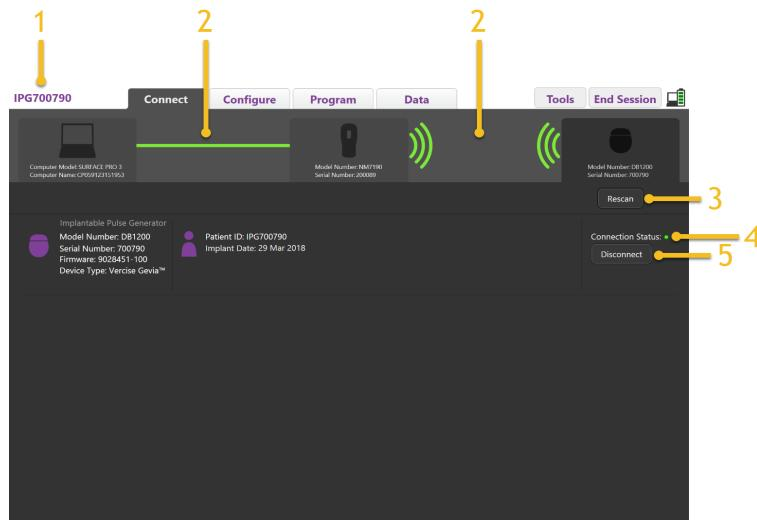

Figur 3. Koblingskategori
- Når Vercise-nervenavigator startes, viser skjermen **Koblingskategori**, og programvaren vil automatisk forsøke å koble til en Stimulator (Figur 3).